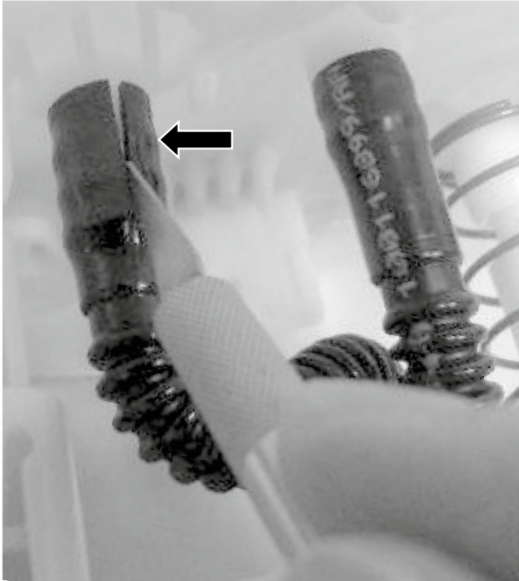

Abb. 8/Fig. 8/Puc. 8/图8
- Guardar de forma segura los muelles (2) de la varillas de guía.
- Cortar con cuidado las mangueras de combustible en la tubuladura para manguera de la tapa de brida (Fig. 8). No dañar la tubuladura para manguera.
- 妥善保管导向杆上的弹簧 (2)。
- 小心地切开法兰盖软管接头处的燃油软管 (图 8)。注意不要损坏软管接头。